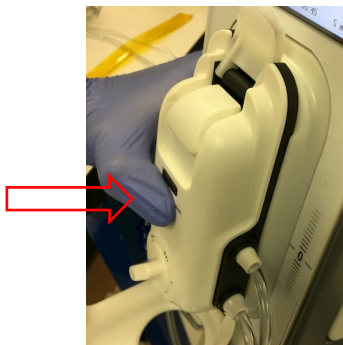

**Figura 1:** As três extremidades do Conjunto de Tubos: (1) o espigão do saco de irrigação; (2) dois conectores; e (3) o saco de drenagem.
4. Abra cuidadosamente a embalagem do Conjunto de Tubos para manter a condição estéril, tal como indicado na Figura 1. Cumpra rigorosamente as condições estéreis ao manusear o espigão de irrigação e conectores.